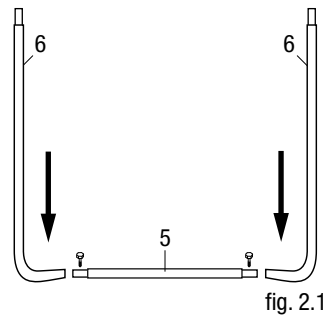

fig. 2.1
Encaixe todos os suportes verticais (6) com as bases (5). Certifique-se que o autocolante de segurança, o qual se encontra num dos suportes verticais, indique para fora mais tarde (fig. 2.1). Encaixe em cada lado um parafuso do conjunto de parafusos como segurança pelas peças (6) e (5) Segure-os com as porcas.